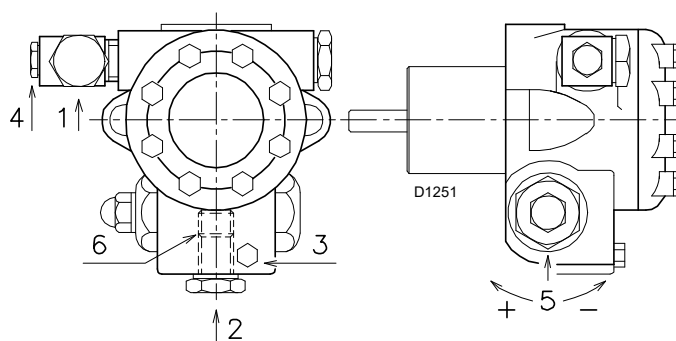

Fig. 21
Les pompes ont un by-pass qui fait communiquer le retour et l'aspiration. Elles sont installées sur le brûleur avec le by-pass fermé par la vis 6)(Fig. 21). Il faut donc raccorder les tubes flexibles à la pompe.
- Pour que la pompe puisse s'auto-amorcer, il est indispensable de desserrer la vis 3) de la pompe, voir Fig. 21, pour vider l'air contenu dans le tuyau d'aspiration.